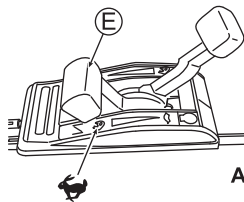

Abb. 16
2 Stellen Sie den Gashebel (E) auf "STOP", um mit dem Mähen zu beginnen. (Siehe Abb. 16)